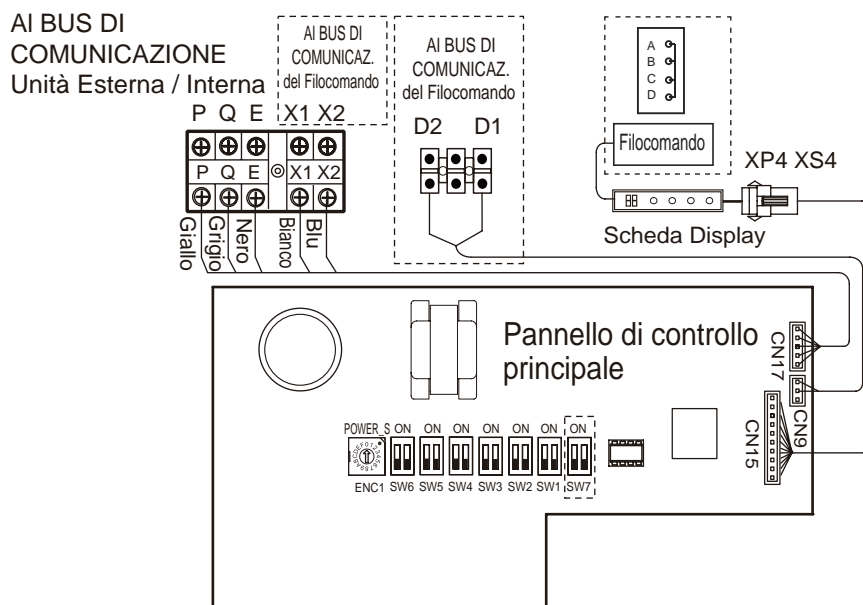

Fig. 7.10
- Le porte X1/X2 e D1/D2 ai lati della scheda principale di controllo, e la porta di comunicazione unidirezionale (lato scheda display) sono per diversi tipi di Filocomando (vedi Fig. 7.10).